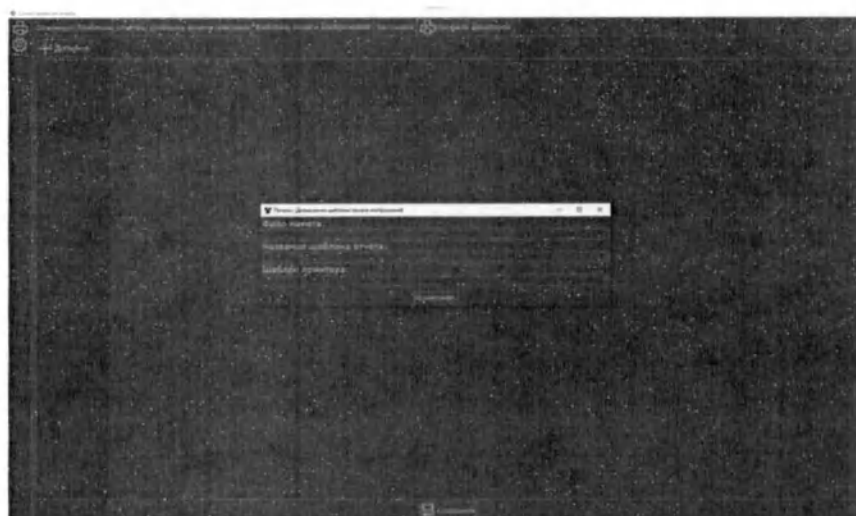

Рис. 146 Вкладка "Шаблон печати изображений"
- В открывшемся окне выбрать вкладку «Шаблоны печати изображений» (Рис. 146 Вкладка "Шаблон печати изображений");